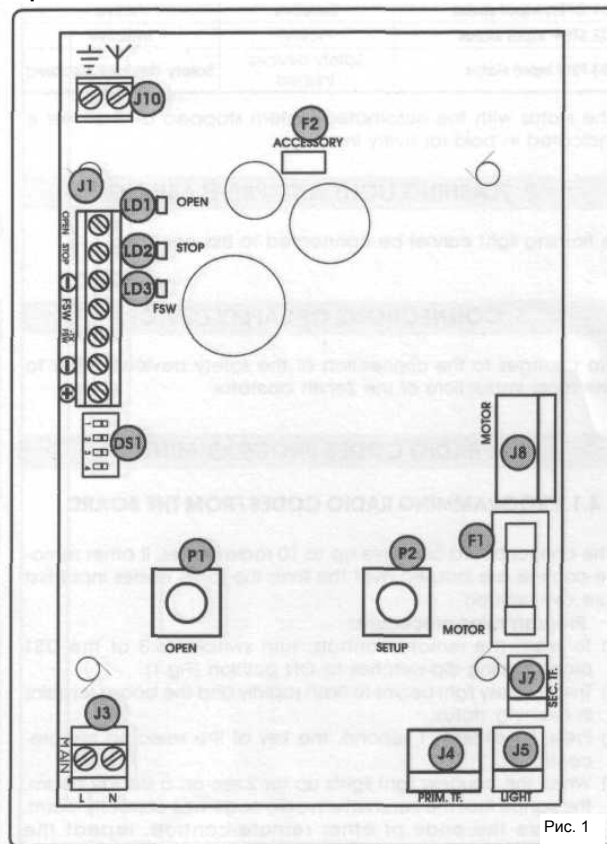

Рис. 1
Блок управления (рис. 1), предназначенный для установки на приводах Zenith, оснащен встроенным приемником сигнала (433 МГц) для управления открытием и закрытием автоматических ворот с помощью брелока без использования внешних радиоприемников команд.
- 1) Для считывания радиокодов брелоков повернуть выключатель №3 в группе DIP-переключателей DS1 в положение "ON" (см. рис. 1).